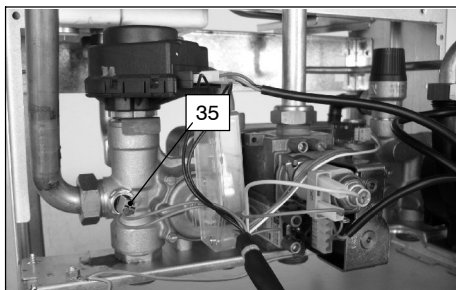

fig. 8.4
- 4 Scollegare il cablaggio della sonda NTC riscaldamento 35 in fig. 8.4
- Ricollegare il cablaggio della sonda NTC riscaldamento 35 in fig. 8.4